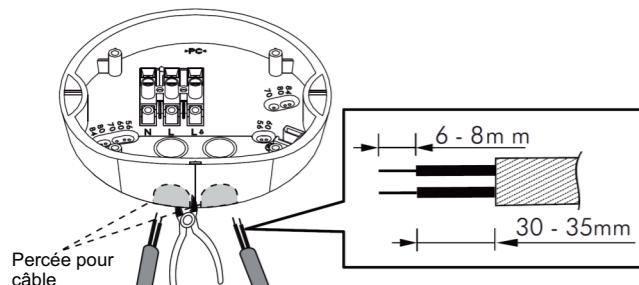

Figure 10
3.4.1.4 Les câbles peuvent être insérés par en dessous ou par le côté. Pour insérer les câbles par les côtés, les percées doivent être retirées et ensuite passées dans le boîtier. Dénudez les brins sur 6 - 8mm. (Voir figure 10).